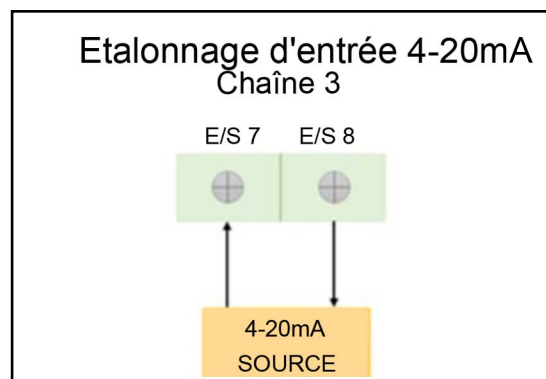

Figure 40 : Connexions d'entrée analogiques E / S optionnelles
1. Connectez l'entrée analogique comme indiqué. Figure 40.